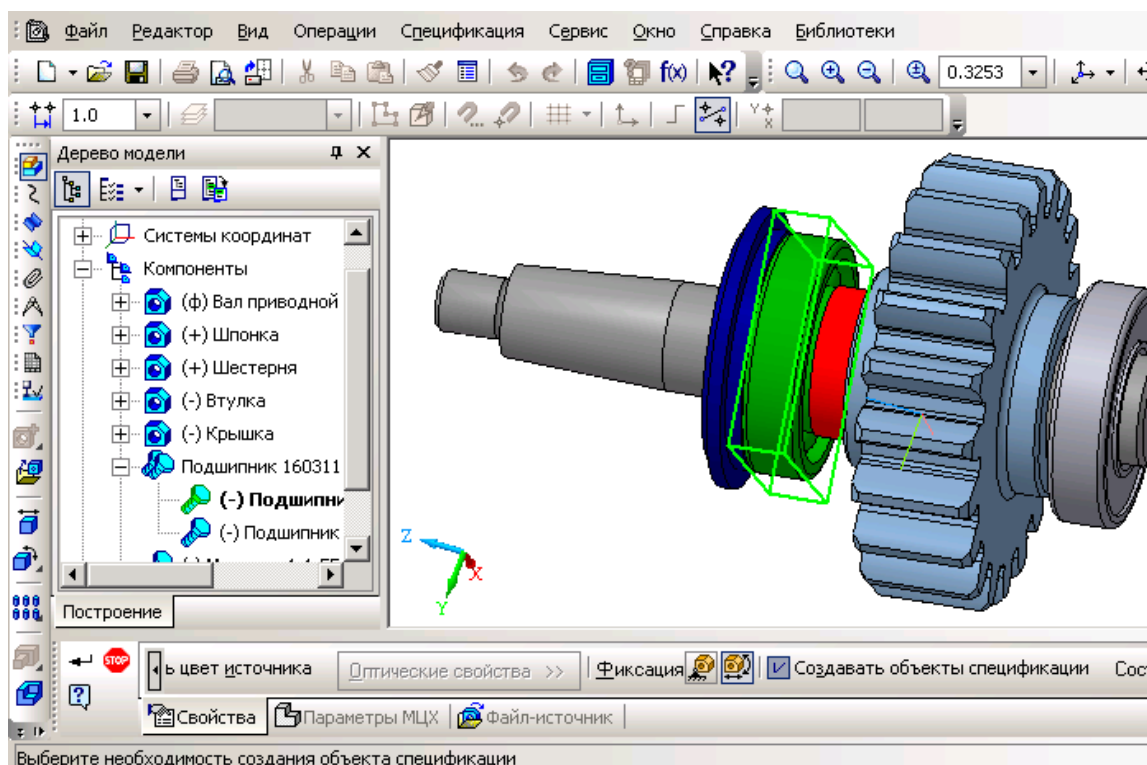

Рис. 3
23. Проверьте на Панели свойств, что опция **Создавать объект спецификации** включена (рис.3). Нажмите кнопку **Создать**.